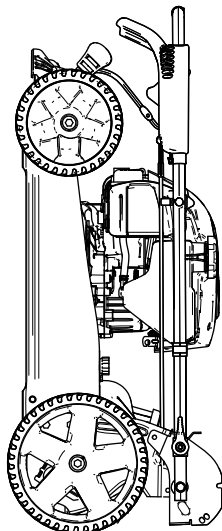

Figura 23
6. Sollevate la parte frontale della macchina utilizzando la stegola e spostatela in uno spazio per il rimessaggio (Figura 23).